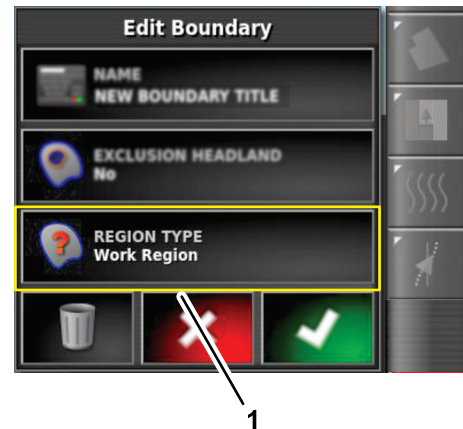

図 59
1. 境界編集ダイアログボックスの中で、領域の種類アイコンを押す 図 59。